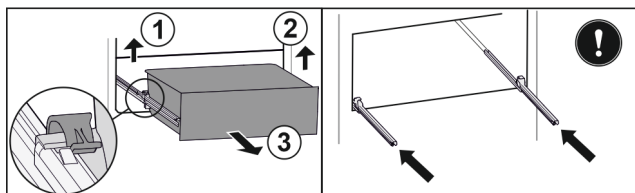

Fig. 169
- Sollevare il morsetto sinistro e allo stesso tempo tirare in avanti il cassetto sinistro. Fig. 169 (1)
- Sollevare il morsetto destro e allo stesso tempo tirare in avanti il cassetto destro. Fig. 169 (2)
- Rimuovere il cassetto tirandolo in avanti. Fig. 169 (3)